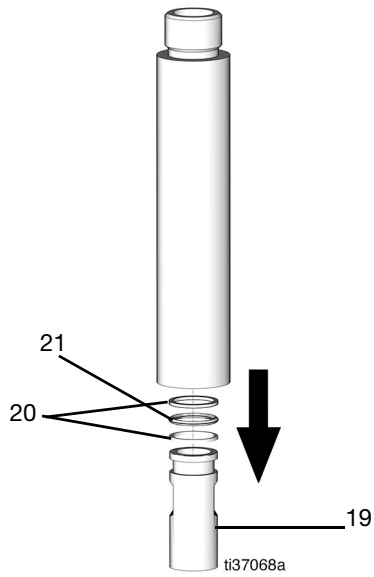

FIG. 41
- 24. Retire el casquillo del pistón (19) (FIG. 41).
- 25. Quite los dos (2) anillos auxiliares (20) y la junta tórica (21) del casquillo del pistón (19) (FIG. 41).